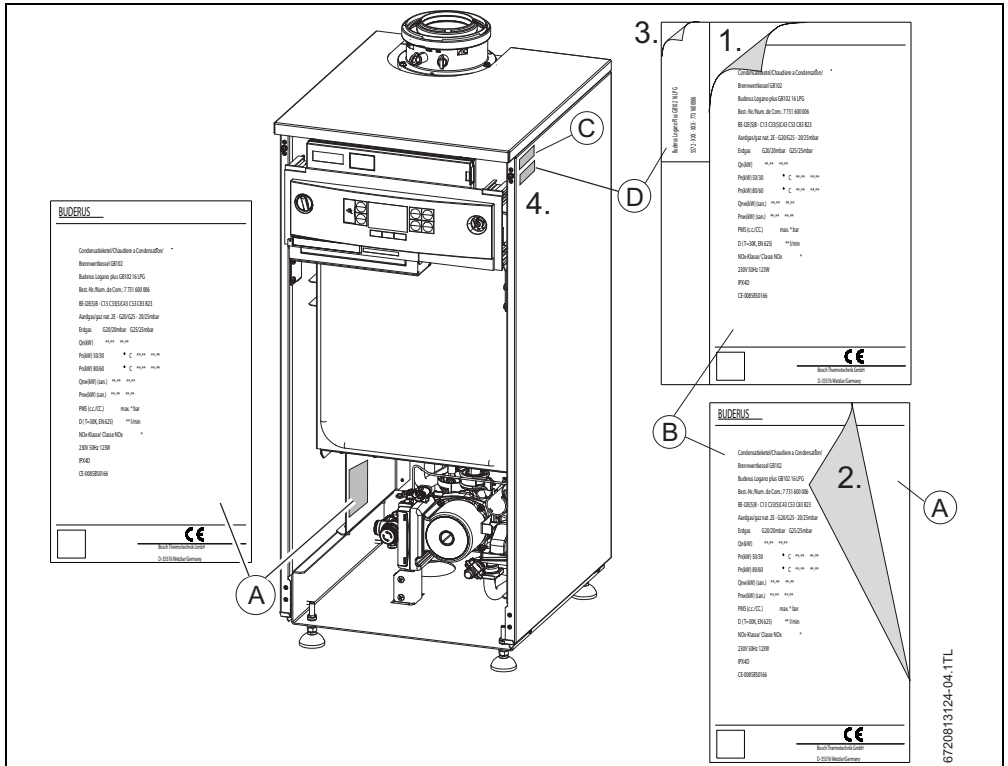

Fig. 5 Posizioni dell'etichetta adesiva
4. Attaccare la nuova etichetta adesiva [D] sotto l'etichetta originale [C] sul pannello laterale destro anteriormente in alto. Vedere a tal fine la fig. 5. Sfaltire il resto dell'etichetta adesiva.